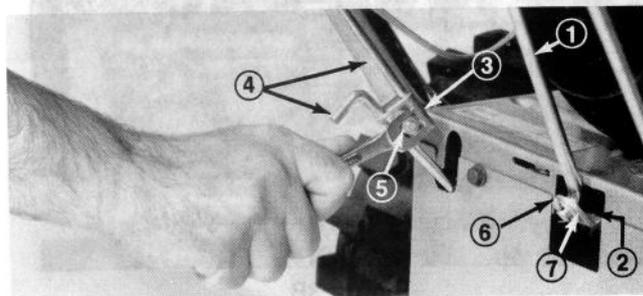

Figure 2
4. Sortez complètement le bras du sélecteur de vitesse (Fig. 2) et mettez la manette de la plaque de commande en position R pour faciliter le montage.
5. Installez la tringle du sélecteur de vitesse dans le bras du sélecteur de vitesse, placez une rondelle plate sur la tringle du sélecteur et fixez-la avec une goupille fendue (Fig. 2).
2. Posez la bride de tige de commande sur les tiges de commande de traction supérieure et inférieure. Serrez le boulon de carrossier et l'écrou de blocage (Fig. 2). Maintenez la distance de 7-1/2 pouces (19.1 cm).
Remarque: Assurez-vous que la tige inférieure soit en dessous de la tige supérieure avant de serrer l'écrou de blocage (Fig. 2).